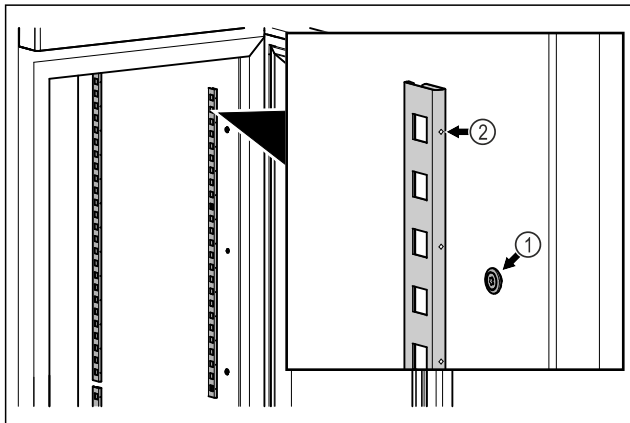

Fig. 56 Ilustrační zobrazení
- ▶ Zahákněte zářezkové lišty do zavěšení Fig. 56 (1). Označení Fig. 56 (2) musí směřovat dopředu.